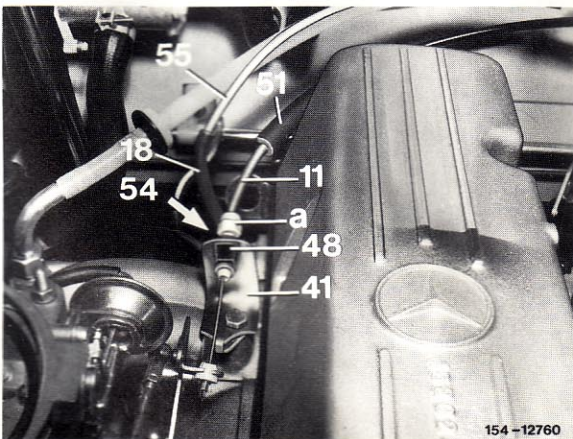

Bild 1
2 Halter (41) nach Bild 1 montieren.
3 Seilzug (11) vom Regelgerät (10) zur Regulierung mit den Teilen (49 bis 51) verlegen (Bild 1 und 2).
4 Seilzug (11) an der Regulierung montieren und mit Klammer (48) sichern (Bild 1).
6 Bei Fahrzeugen ohne Zentralverriegelung und Klimaanlage, Hohlschraube gegen die neue Hohlschraube (54) auswechseln. An die Unterdruckleitung (55) zwei 50 mm lange Verbindungsstücke (18) montieren. Anschließend Unterdruckleitung (55) nach Bild 1 und 2 verlegen.